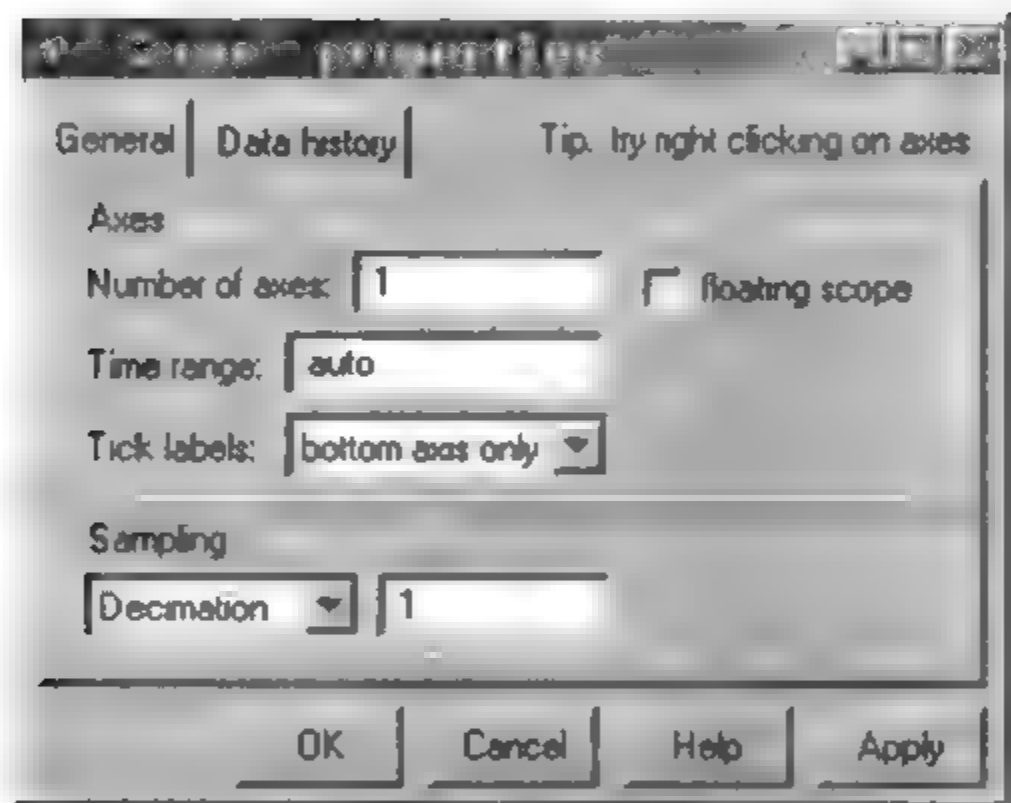

图 7.21 Scope 属性设置窗口及 General 页面
7) Scope 属性(Properties).通过选择 Scope 窗口工具条中的 Properties 按钮来改变坐标轴限,设置坐标轴数、时间范围、标记、采样参数以及保存选项,按下工具条中的 Properties 按钮,则显示如图 7.21 所示的对话框。